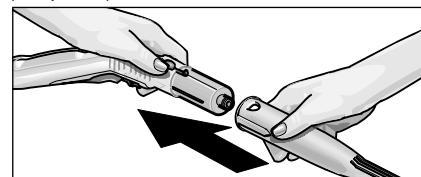

Рис. 2: Присоединение насадок к паровому пистолету-распылителю
- Соединить нужную насадку (D1,E1,F1) с паровым пистолетом-распылителем (C1). Для этого следует насадить трубчатый конец насадки на паровой пистолет-распылитель (C1). Насадку необходимо надвинуть на паровой пистолет, пока кнопка разблокировки (C3), находящаяся на паровом пистолете, не защелкнется (см. рис. 2).